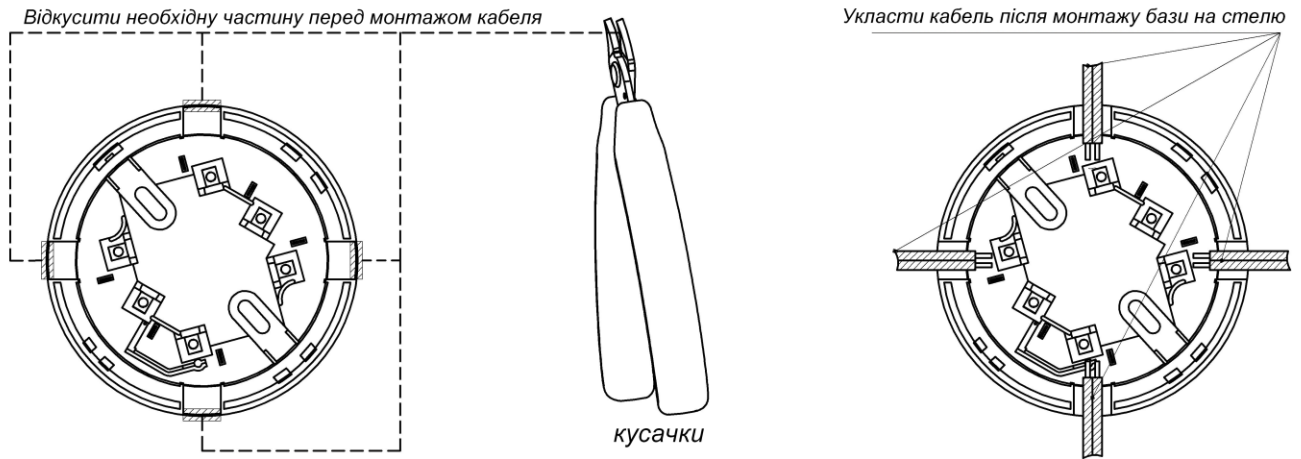

Рисунок 1
3.1 При розміщенні та монтажу сповіщувачів необхідно керуватись вимогами ДСТУ-Н СЕН/TS 54-14 та ДБН В.2.5-56. Для монтажу сповіщувача необхідно базу від'єднати від сповіщувача, повернувши її проти годинникової стрілки, вирізати в ній потрібну кількість пазів для проводів (див. рис. 1) і закріпити її на стелі приміщення за допомогою дюбелів та гвинтів. Підключення сповіщувачів проводиться згідно схеми, наведеної на рисунку 2. Рекомендований переріз проводів від 0,28 до 1,0 мм2.